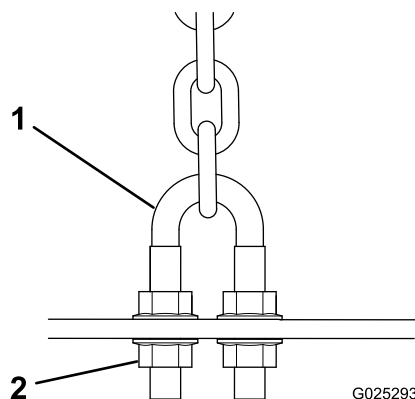
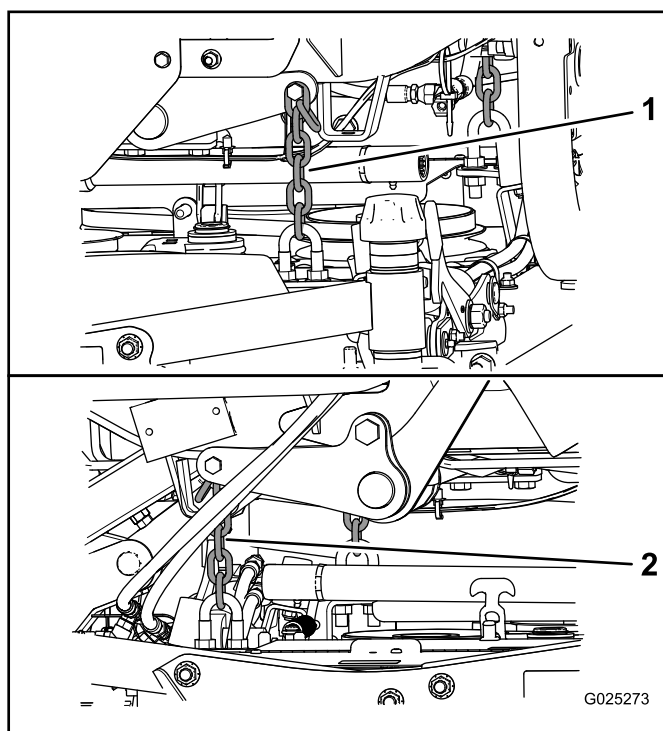

Figura 6
Figura 7
7. Ajuste as porcas de segurança (Figura 6) que prendem as forquilhas/correntes traseiras (Figura 7) à plataforma
8. Ajuste as porcas de segurança que prendem as correntes da plataforma à plataforma do cortador até que a plataforma do cortador fique nivelada (Figura 7).